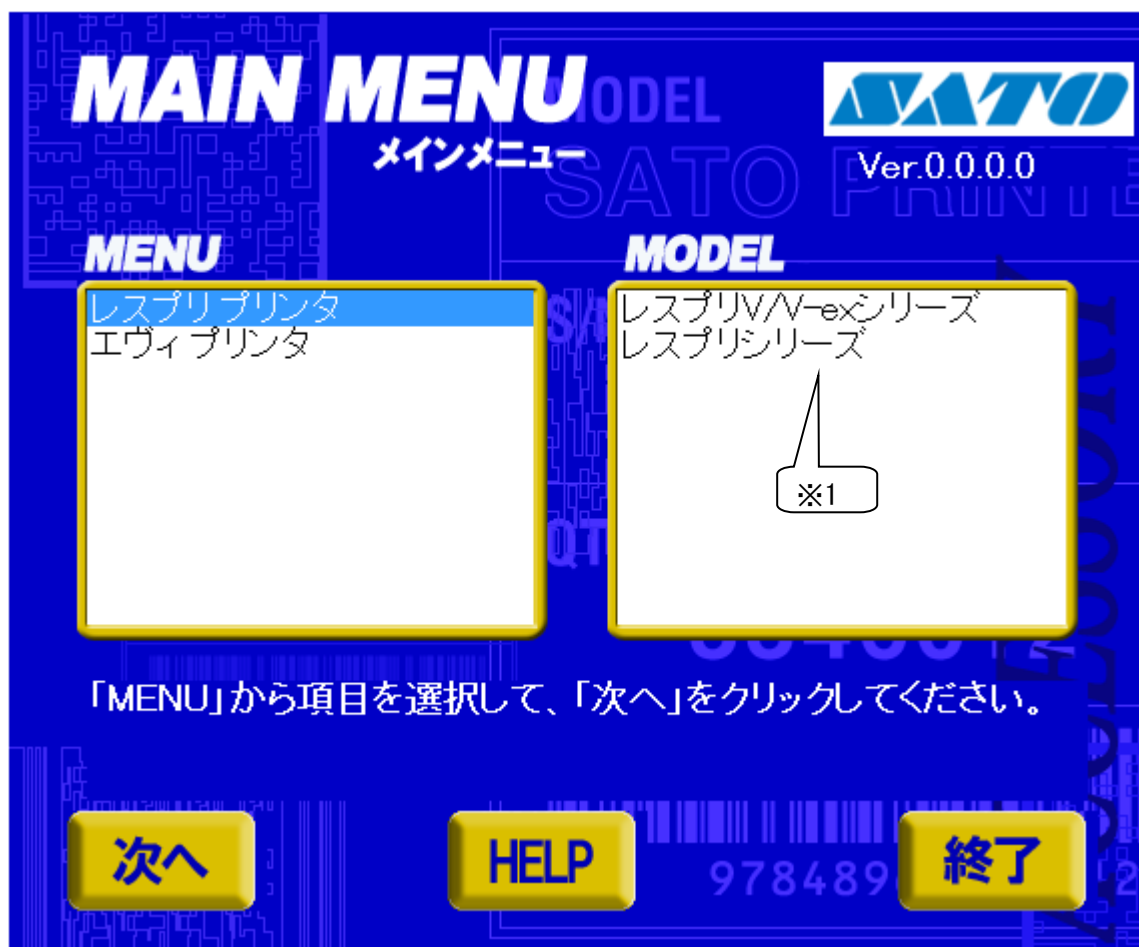

図 2.1 メインメニュー画面
「SATO アクセサリ CD-ROM」を CD-ROM ドライブにセットしてください。自動的^{※2}に図 2.1 に示す画面が表示されますので、画面中「MENU」で「レスプリプリンタ」を選択し、「次へ」をクリックします。
- ※2 図 2.1 の画面が自動的に表示されない場合は、アクセサリ CD-ROM 内の「MainMenu.exe」をダブルクリックしてください。